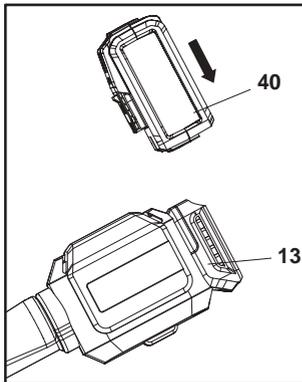

Fig. 21
1. Alinee la batería (40) con las ranuras deslizantes del puerto de conexión de la batería (13) y deslice la batería (40) para acoplarla. Asegúrese de que hace un clic al encajar (Fig. 21).